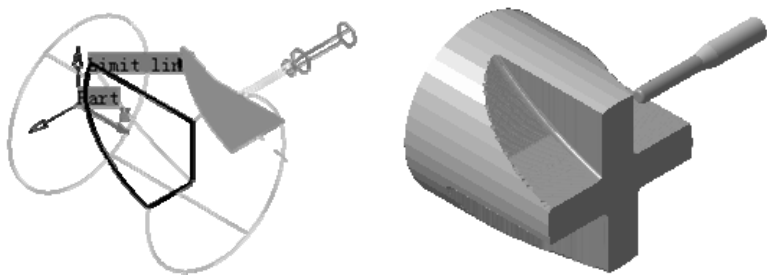

图 4-35 刀具路径旋转 270°
5) 重复步骤“3)”, 将 “Multi-Axis Sweeping.4” 刀具路径旋转 270° , 如图 4-35 所示。